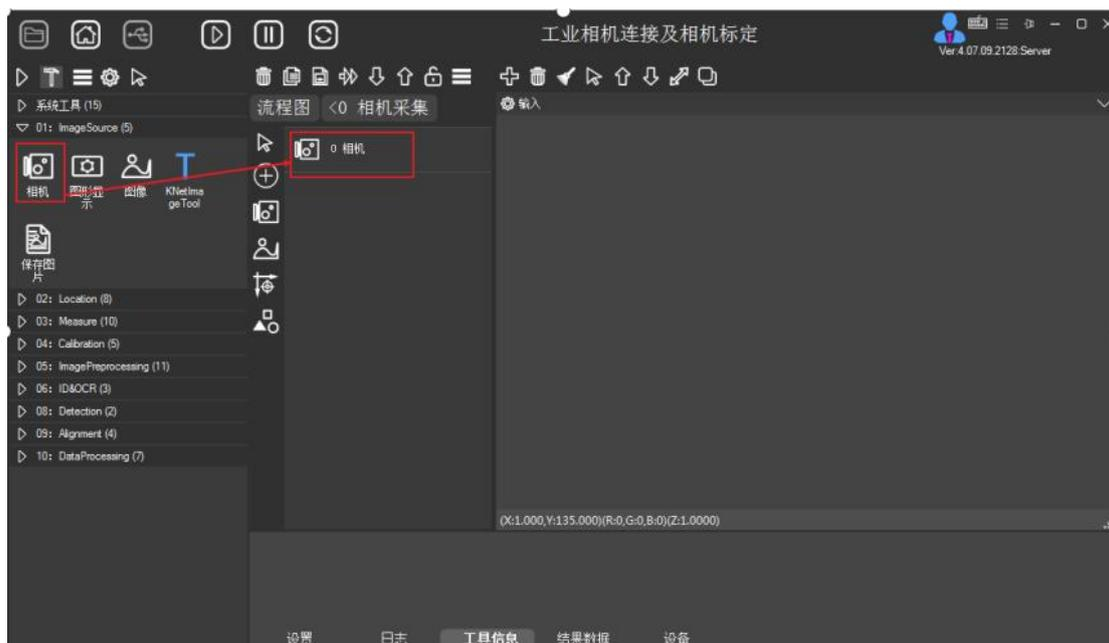

图 1-13 添加相机工具
⑧ 单击相机工具图标, 然后在工具组模块配置区域中单击, 完成添加相机工具, 如图 1-13 所示。
⑨ 在图 1-13 界面，双击工具组模块配置区域中的“0 相机”工具，显示相机工具的参数设置界面，如图 1-14 所示。注意：双击相机工具的名字为显示参数设置界面。若点击相机工具的图标则会显示工具的版本信息，可在其中修改工具的名称。